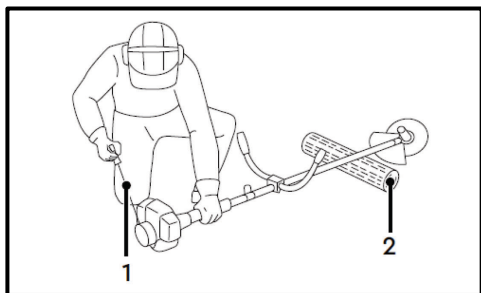

Рис. 40
- За можливості підкладіть під штангу опору (2), для того щоб не пошкодити захисний кожух і різьбче приладдя, та утримуйте штангу мотокоши рукою (Рис. 40).
- Витягніть шнур стартера за рукоятку шнура стартера (1) до моменту появи опору (Рис. 40).
- Смикніть за рукоятку шнура стартера (1) (Рис. 40). Повторюйте ці операції до тих пір, поки двигун не запуститься.